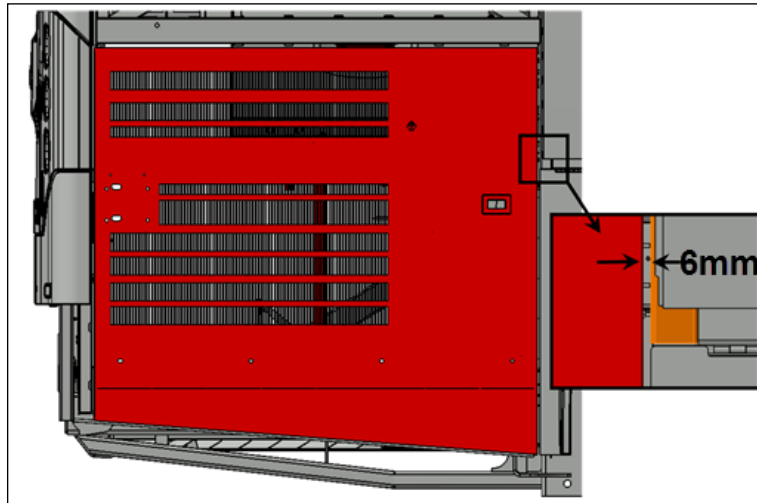

FIGURE 6
5. Vérifier le jeu entre la porte et l'aile arrière au niveau du bras supérieur de la porte. Le jeu devait être 1/4" (6 mm) (Figure 6).